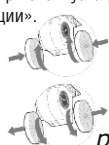

рис. 6
- угольные фильтры (рис. 6) устанавливаются на защитные решетки корпуса вентилятора;